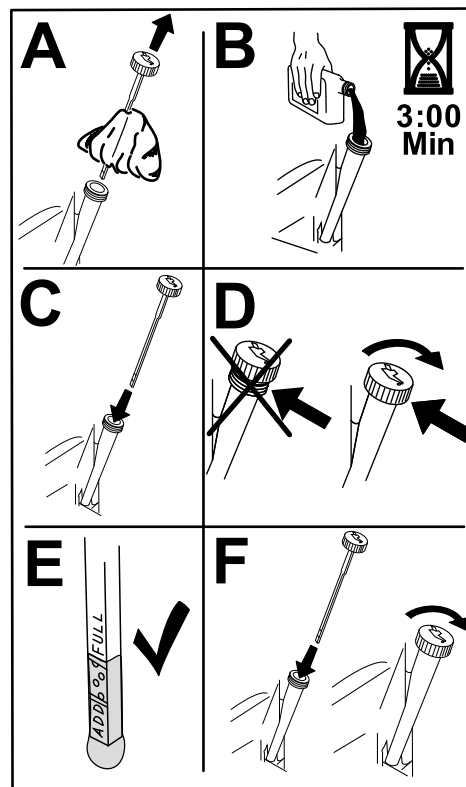

Figura 44
- Turnai încet aproximativ 80% din uleiul specificat în tubul de umplere i adăugai lent ulei suplimentar pentru ca acesta să ajungă la marcajul **Complet** (Figura 44).